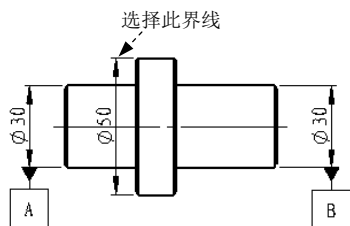
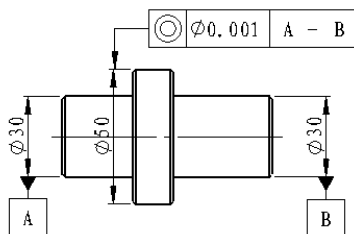

图 6.5.23 选取放置边
图 6.5.24 “同轴度”形位公差
Step5. 放置形位公差符号。选取图 6.5.23 所示的尺寸界线以放置形位公差, 拖动形位公差符号的框体至图 6.5.24 所示的位置。